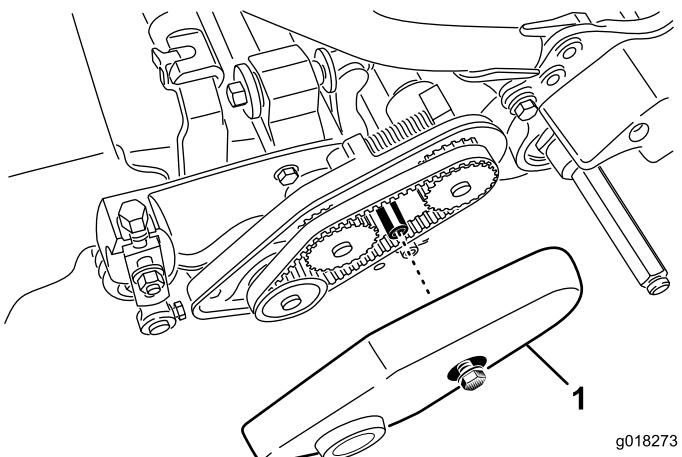

Figura 44
2. Afloje el perno con arandela prensada que sujetla la cubierta de la correa, y retire la cubierta de la correa para tener acceso a la correa (Figura 44).